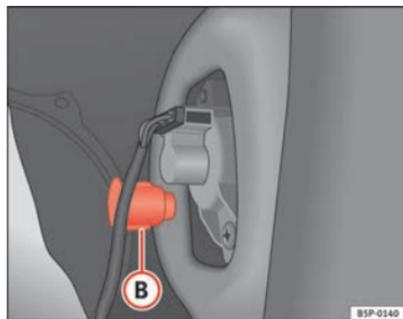

Fig. 192 Feu de position/feu stop
- Dévissez la pièce en plastique ⇒ fig. 192 **B** qui fixe le feu. Pour commencer à la dévisser, il peut être nécessaire d'insérer un tournevis dans cette pièce.